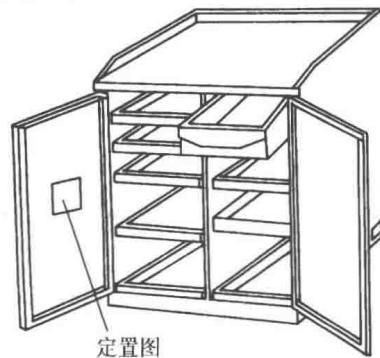

图 1-2 工具箱
- ① 上班前向机床各油孔注油，并使主轴低速空转 1~2min，让润滑油散布到各润滑点。
- ② 操作时切削用量不能选得过大，防止机床因超负荷运转而损坏。机床导轨上不应直接安放工具和杂物。
- ③ 主轴运转时不得变换转速，进给箱变速时允许在低速情况下进行。
- ④ 下班前应清除车床上及车床周围的切屑，并在各油孔及导轨上加油。
- 4) 工具、刃具和量具都要按现代工厂对定置管理的要求，做到分类定置和分格存放，图 1-2 所示为工厂中常用的工具箱。使用时要求做到重的放下面，轻的放在上面。不常用的放里面，常用的放在随手取用方便之处。工具箱一般标有定置图，应按定置图所示位置存放，每班工作结束应整理清点一次。